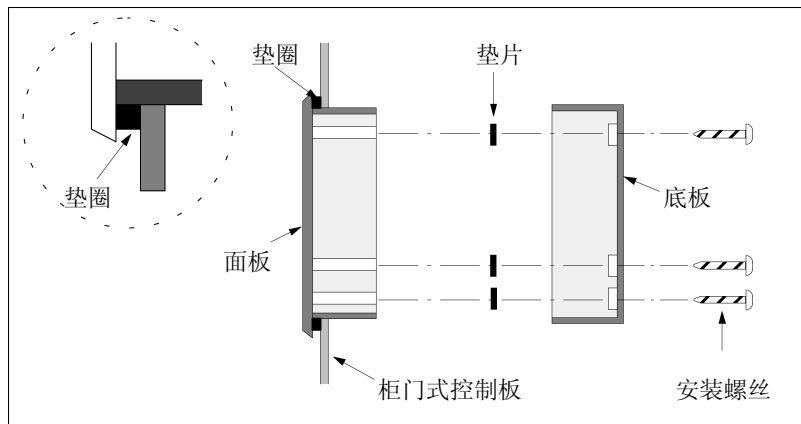

图 1-7 安置垫片
垫片	包括有自粘的垫片，用于把 TD 200 安装在安装面上。见图 1-7
2. 把垫片放在背面板里面螺丝孔的上面。TD 200 重新装上时，垫片压在 TD 200 的电路板上。见图 1-7。
按下述步骤，参照图 1-7，完成 TD 200 的安装。